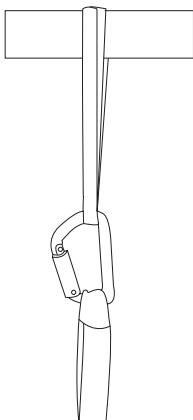
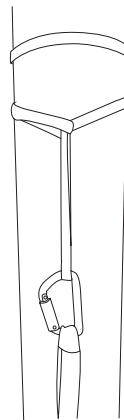
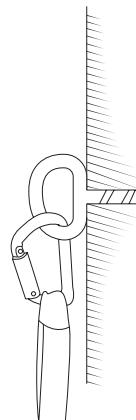
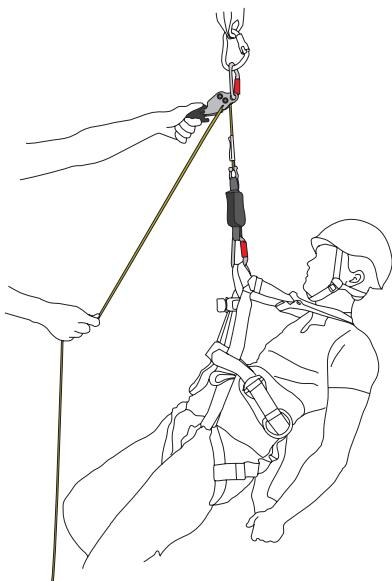

Fig. 1A: Ancoragem horizontal
Fig. 1B: Ancoragem vertical
Fig. 1C: Ancoragem fixada na estrutura
Fig. 4
2. Coloque a eslinga de âncora à volta de uma estrutura e no mosquetão fig 1A.
- Se a eslinga da âncora for colocada em torno de uma construção vertical, solte a eslinga e coloque-a duas vezes ao redor do polo e através de si mesmo novamente. Em seguida, prenda o mosquetão como mostrado na fig.1B. Certifique-se de que a cinta de ancoragem fica presa no lugar. Fig.1C mostra como prender o mosquetão a uma âncora estrutural fixa EN795 cl.A.
4. Retire o mosquetão da eslinga de ancoragem. Coloque a eslinga âncora em torno de uma estrutura e no seu mosquetão, como mostrado na fig.1A ou fig.1B. A âncora deve ser capaz de suportar uma carga de 12 kN (EN795). Prenda o SMARTLINE X como mostrado na fig.4.